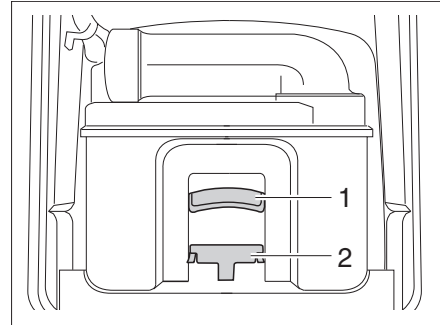

Fig. 351 Cassette Thetford
- Empujar el estribo de sujeción (Fig. 351,2) hacia delante para desbloquear el inodoro cassette y extraer el cassette con el tirador (Fig. 351,1).